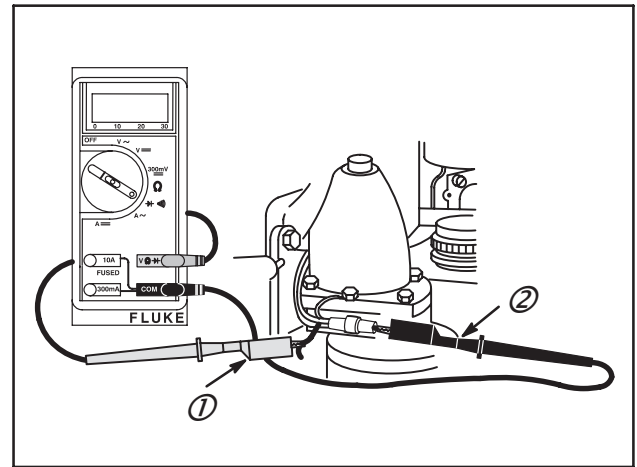

Fig. 24
1. Introduire le fil ROUGE (1) du contrôleur dans la borne $V \Omega \rightarrow$ du contrôleur.
2. Introduire le fil NOIR (2) du contrôleur dans la borne COM du contrôleur.
5. Percer un fil d'alternateur avec une aiguille et toucher l'aiguille avec la pince du cordon ROUGE du contrôleur comme indiqué en Fig. 24.